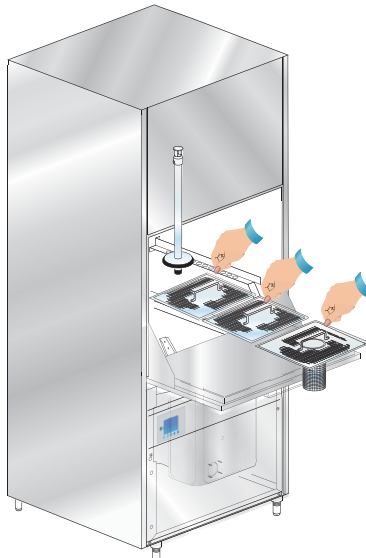

Fig. 2
- Retire os filtros e limpe-os com água corrente (veja fig. 2). Escoar a água do tanque (veja o cap. 3.1.3).